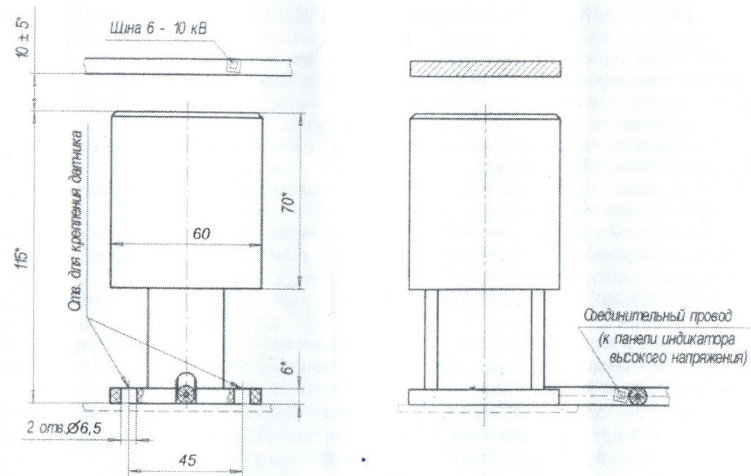

Рис. 1 Схема крепления датчиков.
- емкостные датчики высокого напряжения с соединительными проводами в количестве трех штук (рис.1);
Датчик высокого напряжения емкостного типа (рис.1), представляет собой изолированную конструкцию, которая крепится на заземленном основании под шинопроводом на расстоянии 10 ± 5 мм от него. Для крепления датчика предусмотрены два отверстия Ø 6,5 мм.
- Установить датчики под шинами электрооборудования и закрепить крепежными деталями, согласно рис. 1. Допускаются и другие способы установки датчиков. Рекомендуемые расстояния между шиной и высоковольтным датчиком: 5-10 мм для номинального напряжения 6 кВ; 10-15 мм для номинального напряжения 10 кВ.